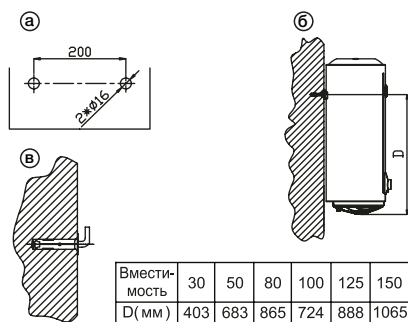

Рис. 2
2. После выбора места монтажа определите места под два крепежных болта с крючками (в зависимости от спецификации выбранного изделия). Электродрелью просверлите два отверстия в глухой стене диаметром 16 мм на расстоянии 200 мм. Расстояние между отверстиями выдержать в соответствии с рисунком 2а. При определении высоты отверстий необходимо учесть положение на стене водопроводных соединений, тип водопроводных труб и расстояние от крепления до низа нагревателя (см. рис. 2б).
3. Вставить распорные болты в отверстия и убедиться, что крючок направлен вверх (см. рис. 2в).